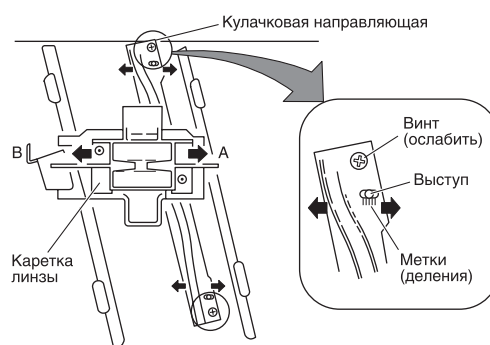

Рис. 31. Регулировка центрального отклонения копии в модели SF-7370
1. Если разность $L_a - L_b$ равна или больше 2,0 мм, сдвиньте каретку линзы в сторону задней рамы (направление А), предварительно ослабив крепежные винты кулачковой направляющей (см. рис. 31). Перемещение кулачковой направляющей на 1 деление относительно выступа на опорной плите меняет оптическую ось на 2 мм.
2. Если разность $L_a - L_b$ равна или больше 2,0 мм, сдвиньте каретку линзы в сторону передней рамы (направление В), предварительно ослабив крепежные винты кулачковой направляющей (см. рис. 31).